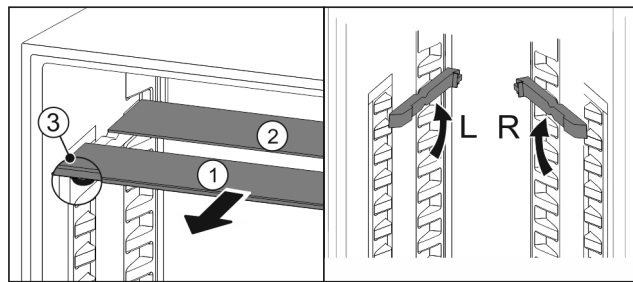

Fig. 154
- Izvucite Fig. 154 (1) staklene ploče jednu po jednu prema naprijed.
- Staklena ploča Fig. 154 (1) s ukrasnom letvicom nalazi se sprijeda.
- Zaustavljači Fig. 154 (3) su usmjereni prema dolje. Uređaji sa zamrzivačem.*